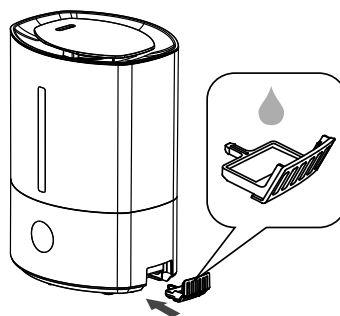

Рис. 3
4. Если вы хотите воспользоваться функцией ароматизации воздуха, однократно нажмите на контейнер для ароматерапии, достаньте его из прибора, добавьте несколько капель эфирного масла на губку и вставьте контейнер обратно в прибор нажатием на него (рис. 3). Вы можете использовать любые эфирные масла или ароматические вещества.